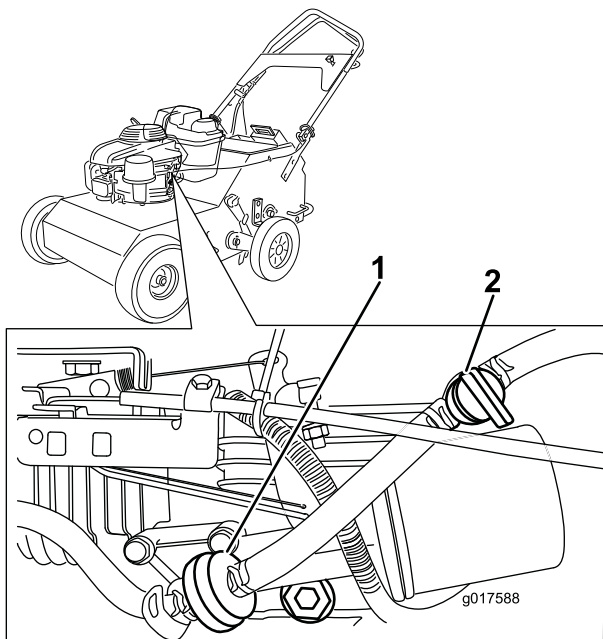

Bild 24
4. Klemmen Sie die Kraftstoffleitung an beiden Seiten des Kraftstofffilters (Bild 24) ab, damit kein Kraftstoff beim Entfernen des Filters austritt.
5. Drücken Sie die Enden der Schlauchklemmen zusammen und schieben Sie sie vom Filter weg (Bild 24).
7. Setzen Sie einen neuen Filter ein und schieben Sie die Schlauchklemmen an den Filter heran (Bild 24).